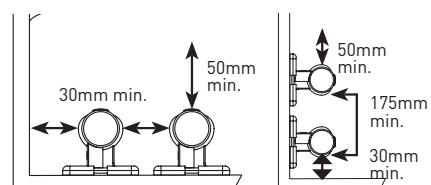

Fig.8
- Se debe dejar la distancia mínima como se indica en la [Fig.8] cuando se usen los calentadores